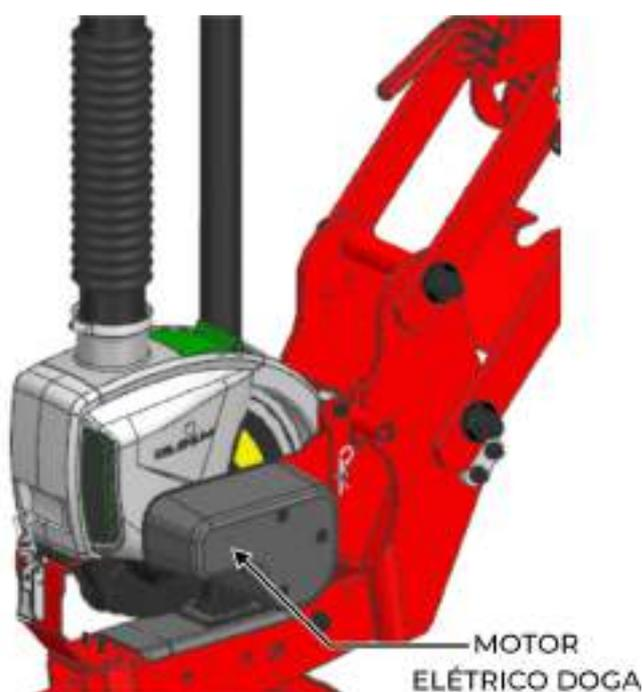

fig. 92
- **Sistema de acionamento elétrico:** é realizado por meio de um motor elétrico (*fig. 92*). Sendo assim, totalmente eliminada a utilização de qualquer tipo de transmissão.